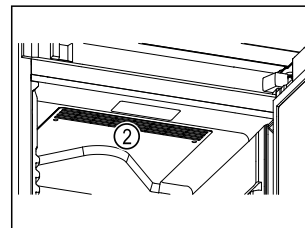

Fig. 68
- ❑ Ne pas obstruer les fentes d'aération Fig. 68 (2) du ventilateur de circulation d'air à l'intérieur de l'appareil.